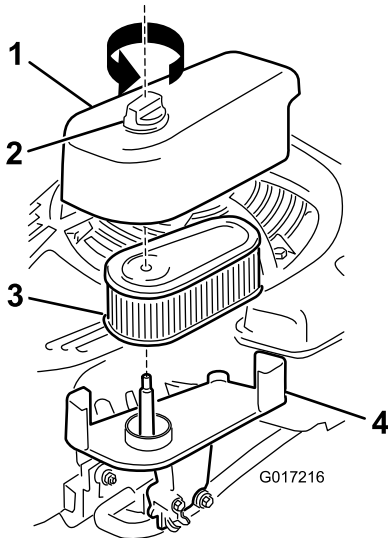

Figura 32
1. Allentate il fermo e rimuovete il coperchio (Figura 32).